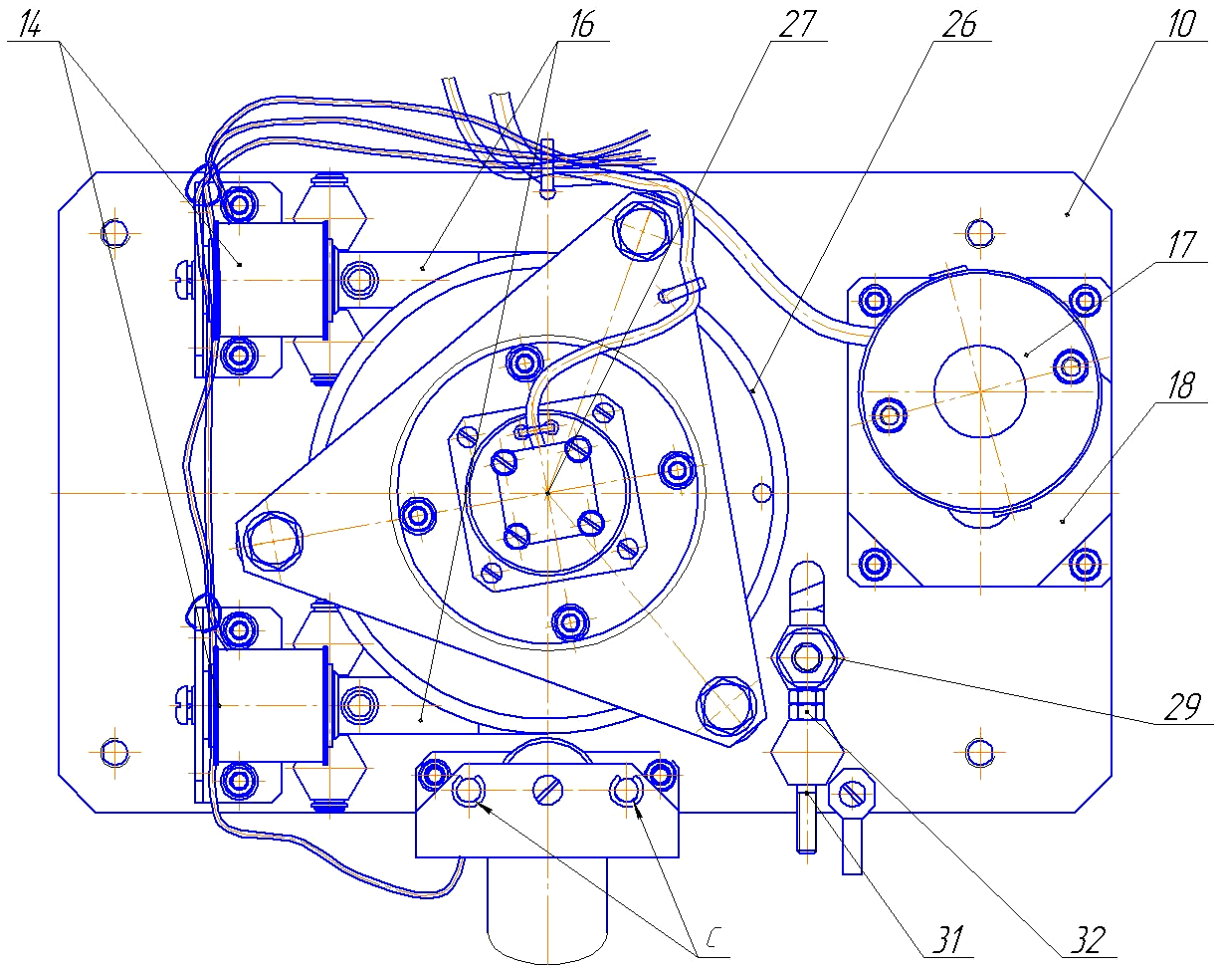

Рис.2
5.2 Агрегат турникета ПТУ-1.2 (см. рис. 2) состоит из электродвигательного привода, механизма блокирования и устройства «Антипаника», установленных на общем основании (10). На выходном валу агрегата закреплен трипод, оснащенный тремя штангами, а также барабан (26) и датчик угла поворота (27).